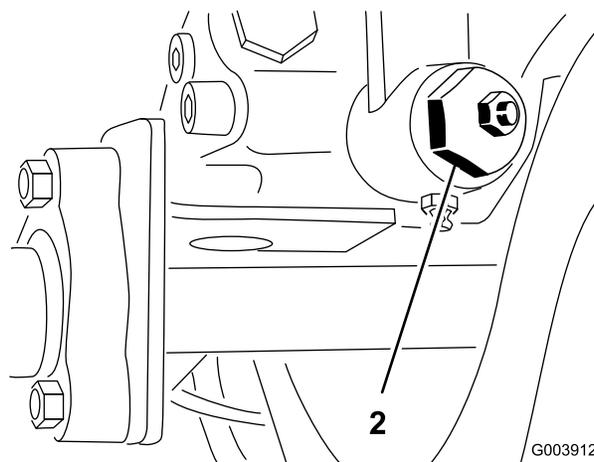

図 61
3. マシンの右側にあるトラクション調整カムロックナットをゆるめる(図 61)。